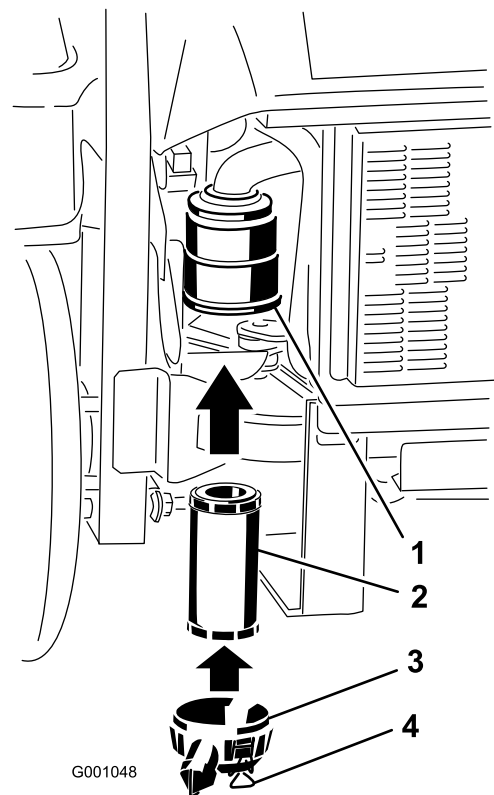

Figura 41
2. Introduzca el filtro con cuidado en la carcasa del limpiador de aire (Figura 41). Asegúrese de que está bien asentado empujando sobre el borde exterior del filtro mientras lo instala.
3. Instale la tapa del limpiador de aire y fije los cierres (Figura 41).